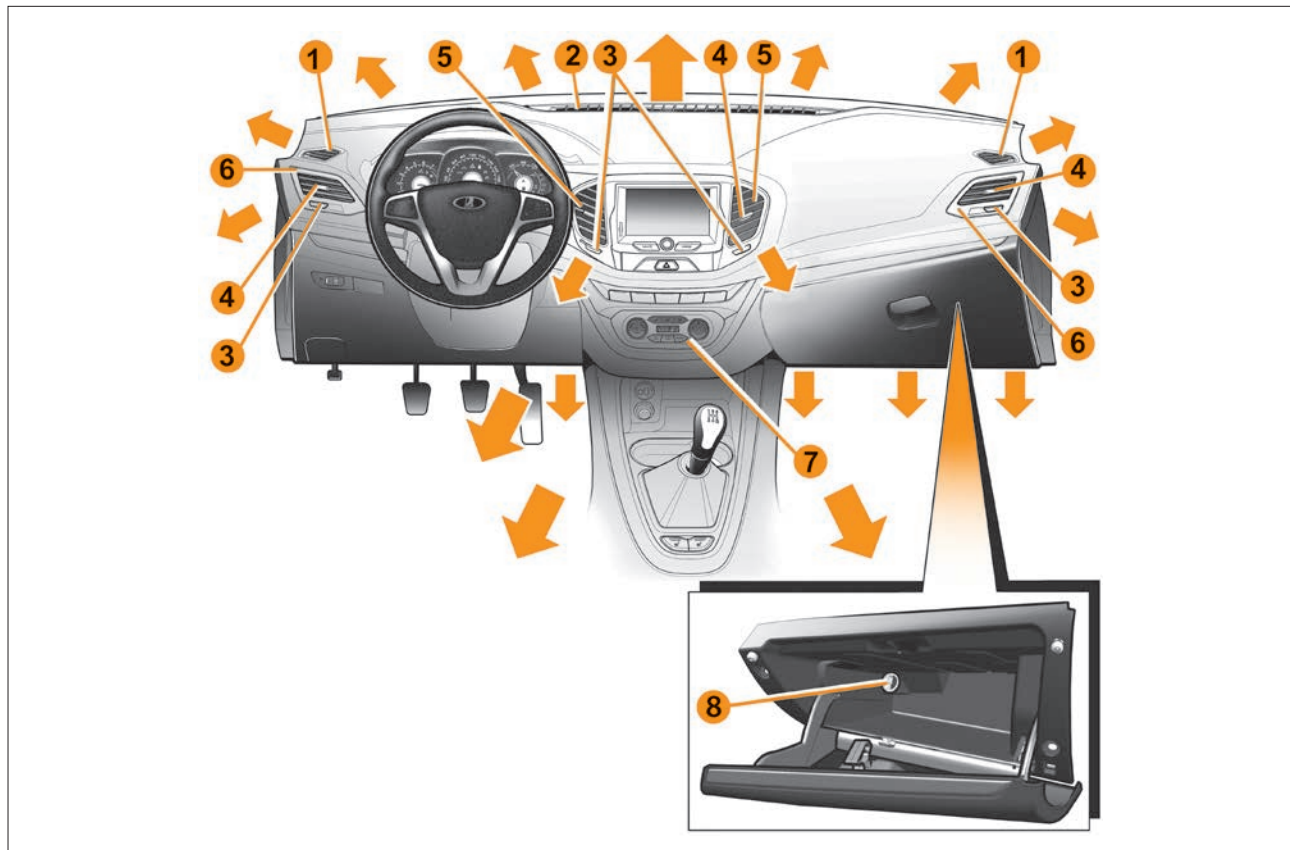

Рис. 3. Органы управления системой вентиляции и отопления салона
- 1 – сопла обдува (обогрева) боковых стекол (рис. 3);
- 8 – поворотная заслонка воздуховода охлаждения вещевого ящика (рис. 3). Функция охлаждения доступна в автомобилях с климатической системой «Комфорт» и «Люкс».
В тёплое время года рекомендуется направлять воздух в регулируемые сопла **5** и **6** (см. рис. 3) на панели приборов для лучшей вентиляции салона. Установите среднюю или максимальную скорость воздушного потока для эффективного удаления избытков тепла из салона. Нажмите кнопку , установите комфортное направление потока воздуха из